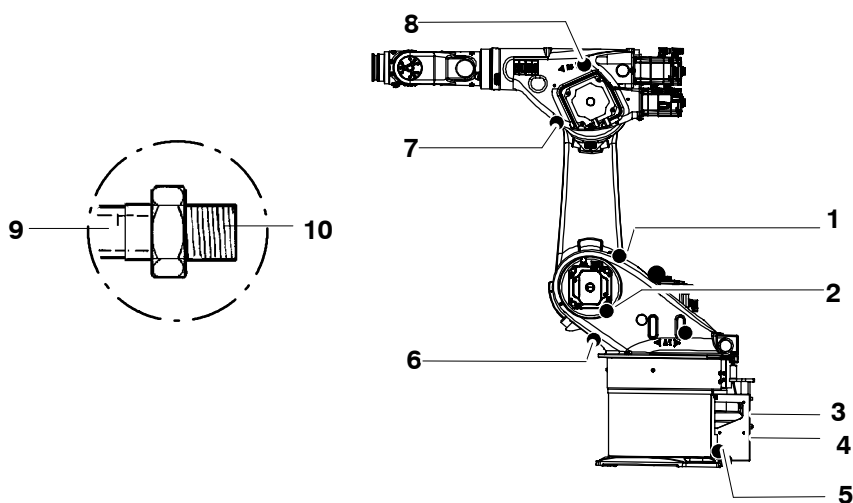

Fig. 80 Vidange d'huile des axes majeurs
(1) Dévisser quatre vis à six pans creux M6x10 (Fig. 80/3) et retirer le couvercle (4).
- (1) Dévisser la vis de fermeture M18x1,5 (Fig. 80/2) et prévoir un récipient sous l'ouverture par laquelle s'écoule l'huile.
- (1) Mettre le robot en service. Tournez l'axe 3 de façon que les vis de fermeture (Fig. 80/7, 8) soient verticalement les unes au-dessus des autres.